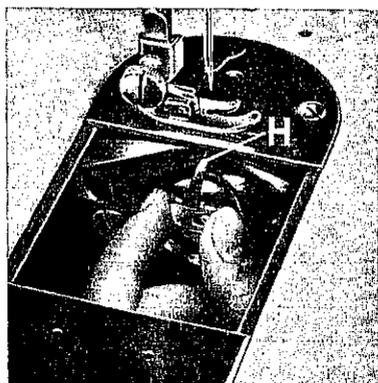

Abb. 4
3. Gemäß Abb. 4 Spulenkapsel mit Daumen und Zeigefinger herausziehen.
7. Kapsel mit Spule bei hochstehender Nadelstange auf den Zentralspulengreiferstift stecken und so drehen, daß das Kapselhorn H (Abb. 4) über dem Ausschnitt der Greiferbahn steht.